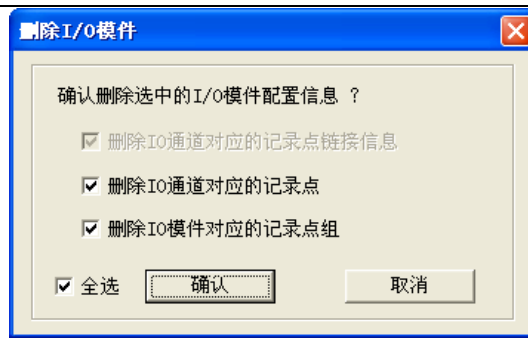

图 4-22 删除 IO 模块
- 单个删除时，选中要删除的 I/O 模块，点击“IO”按钮，然后选择“删除 I/O 模块”，或者单击鼠标右键选择“删除 I/O 模块”。删除 IO 模块时，弹出如图 4-22 所示的提示框。在该弹出框内自主勾选需要连带删除的信息。
3. 全部删除时，点击根节点目录“I/O 模块”，单击鼠标右键选择“删除所有 I/O 模块”菜单。全部删除 IO 时，同样弹出如图 4-22 所示的删除信息提示框。